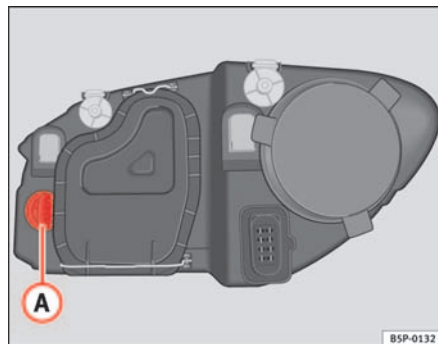

Abb. 181 Glühlampe für Blinker
- Die Fassung ⇒ Abb. 181 A nach links drehen und ziehen.